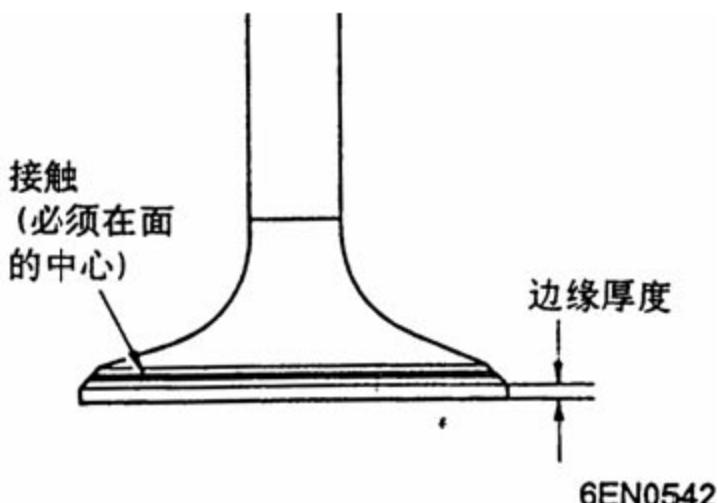

图 4-8
- B). 如果边缘厚度小于规定值，则应更换气门(见图 4-8)。